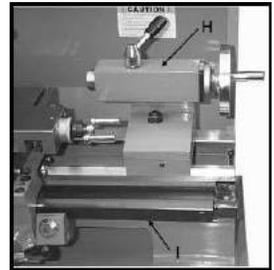

Fig. 15
8. **Contraponto** - O contraponto (H, Fig. 15) pode ser travado em qualquer posição por um parafuso. Ele tem um resistente grampo que pode ser movido para a frente ou para trás. Ele é usado para centralizar e perfurar, suportando grandes eixos e girando entre centros, bem como girando cones longos e finos.
9. **Fuso** – O fuso (I, Fig. 15) sob a cobertura do fuso, através dos vários trens de engrenagem disponíveis, rotaciona em uma proporção selecionada para o fuso a fim de permitir que os vários fios sejam cortados, ou fornecer uma taxa de alimentação para a sela quando a opção de “auto alimentação” é selecionada.